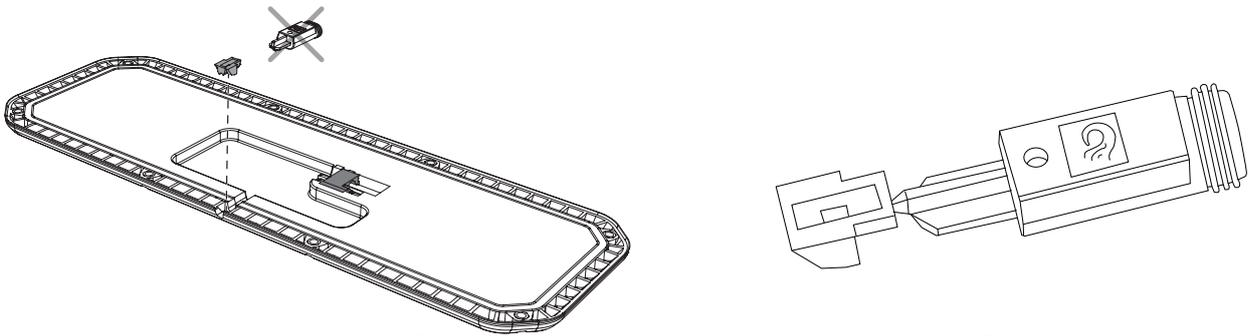

Abbildung 43. Montage der Abdeckung zur Abdichtung der UCU.
4. Brechen Sie den äußeren Teil der Abdeckung vorsichtig ab. Die Montage erfolgt in der Auskerbung. Siehe Abbildung 43.